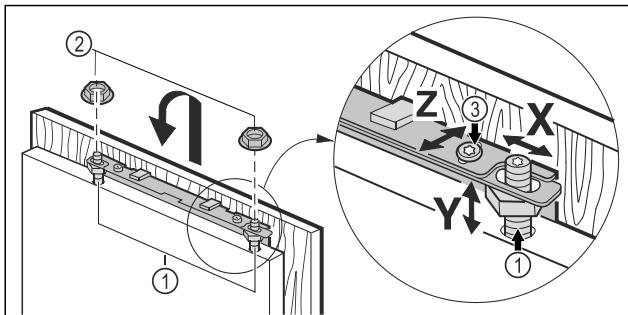

Fig. 46
- ▶ Окачете вратата на шкафа на настройващите болтове Fig. 46 (1) и хлабаво завийте контрагайките Fig. 46 (2) на настройващите болтове.
- ▶ Регулиране вратата на шкафа по височина Y и по странничен наклон: Регулирайте настройващите болтове Fig. 46 (1) с отвертка.
- ▶ Затегнете контрагайката Fig. 46 (3).